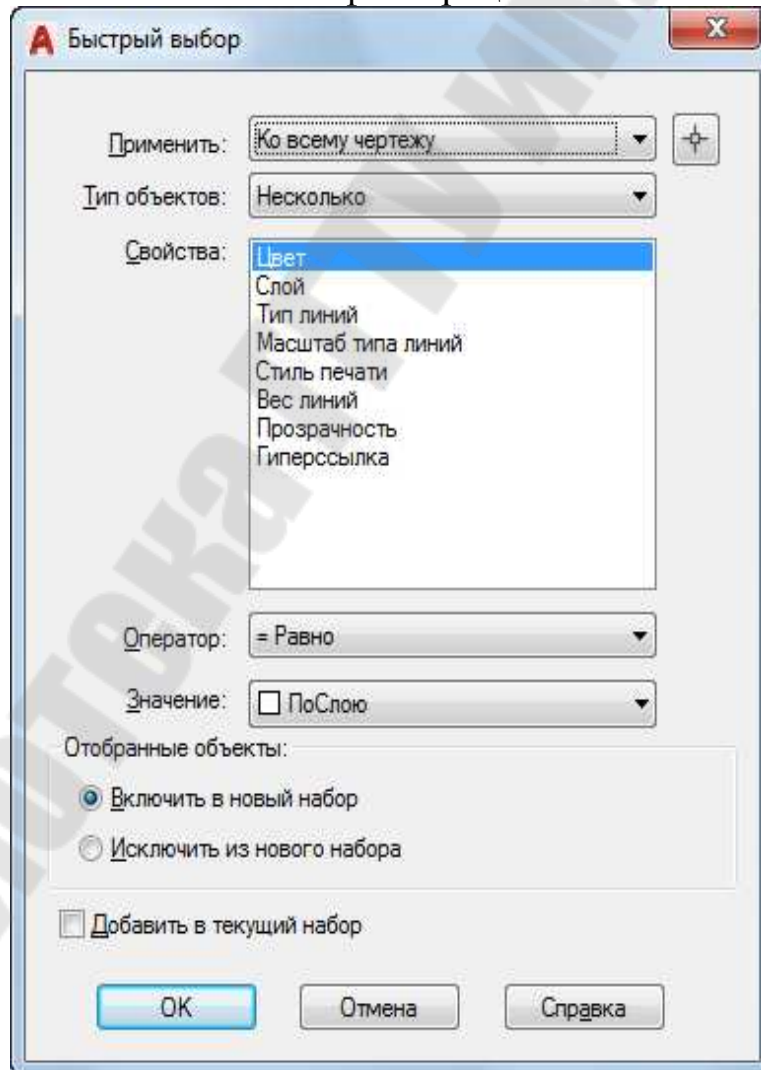

Рис. 2.118. Диалоговое окно «Быстрый выбор»
**Быстрый выбор** – кнопка вызывает диалоговое окно «Быстрый выбор», в котором можно выбирать объекты по их свойствам с возможностью фильтрации этих свойств (рис. 2.118).